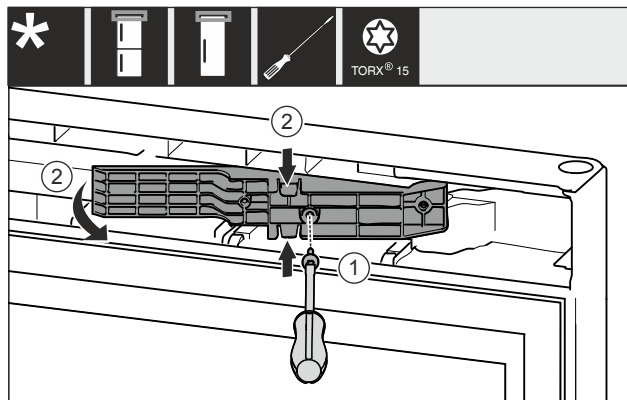

Fig. 12 *
- Lironi vidat me një kaçavidë T15. Fig. 12 (1)*
- Tërhiqni jashtë pjesën përshtatëse. Fig. 12 (2)*